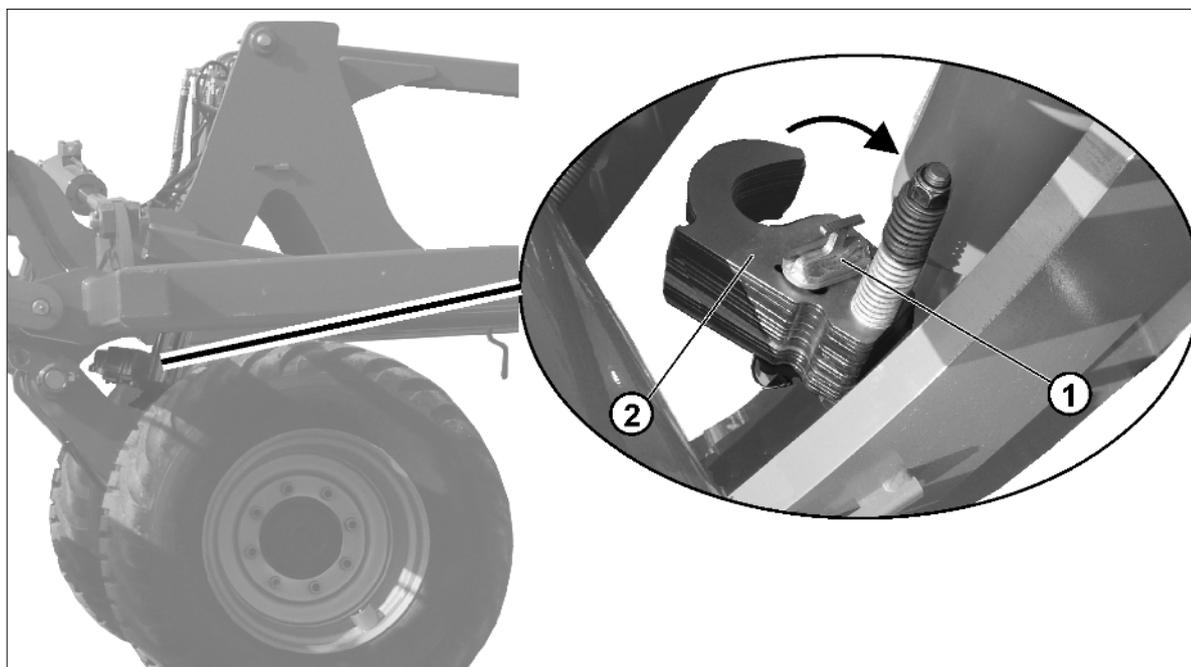

Fig. 43
2. Retirer le goujon (Fig. 43/1).